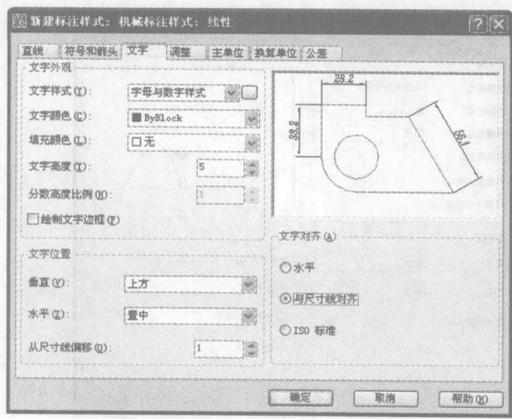

图 1-24 设置线性标注文字的对齐方式
2) 单击“继续”按钮,弹出“新建标注样式:机械标注样式:线性”对话框,打开“文字”选项卡,在“文字对齐”选项栏中选中“与尺寸线对齐”单选按钮,如图1-24所示。
2) 打开“文字”选项卡，在“文字对齐”选项栏中选中“与尺寸线对齐”单选按钮，参见图 1-24。